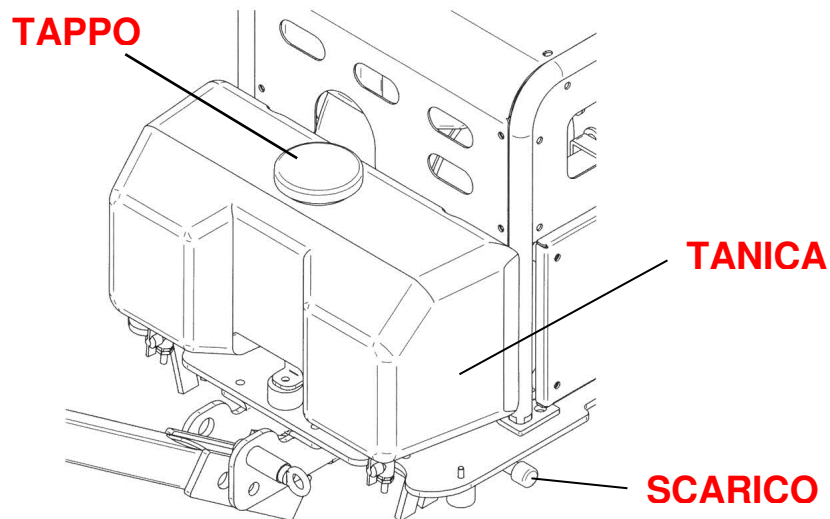

Figura 6
- 4.1 Svuotare tutta l'acqua e pulire l'interno del serbatoio (Figura 6)